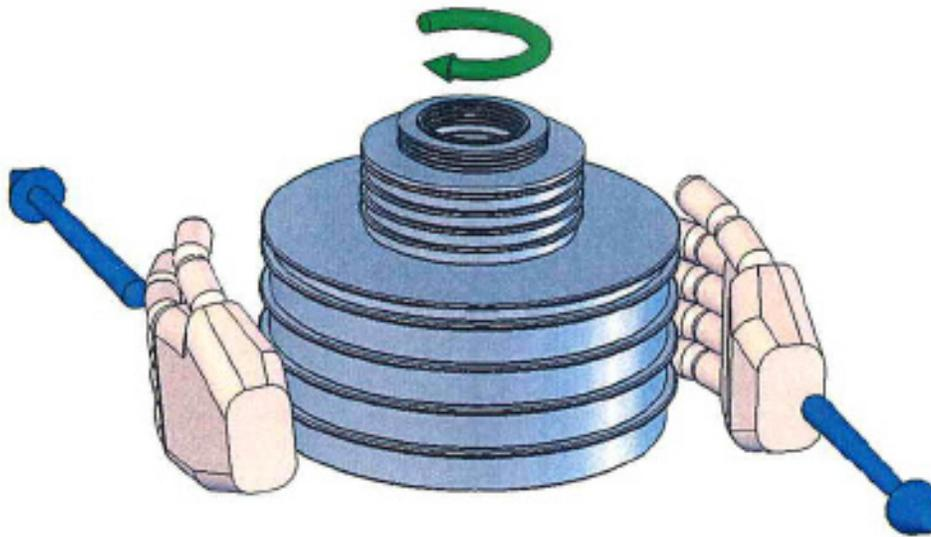

図 3-1. 重りの回転
4. 重りスタックを時計回りに、約 10 ~ 60 rpm の速度でゆっくり回します。重りを回すときは、荷重が偏らないようにします。そのためには、手の平をスタックの両側に当てて、スタックをそれぞれ逆方向に引いて回します (図 3-1 を参照)。ピストンが移動範囲の上限と下限を超えている場合は、重りを回転させないでください。
4. 重りスタックを時計回りに、約 10 ~ 60 rpm の速度でゆっくり回します。重りを回すときは、荷重が偏らないようにします。そのためには、手の平をスタックの両側に当てて、スタックをそれぞれ逆方向に引いて回します(図 3-1を参照)。ピストンが移動範囲の上限と下限を超えている場合は、重りを回転させないでください。